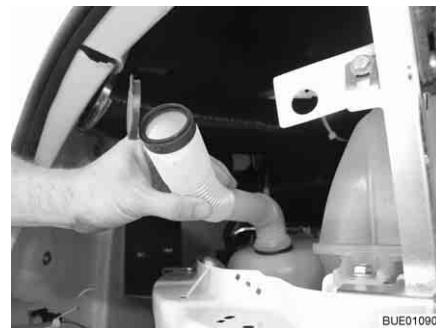

Bild 45 Påfyllningsöppning i påfyllningsläge
- Vrid den böjliga slangen så att påfyllningsöppningen pekar uppåt (Bild 45).